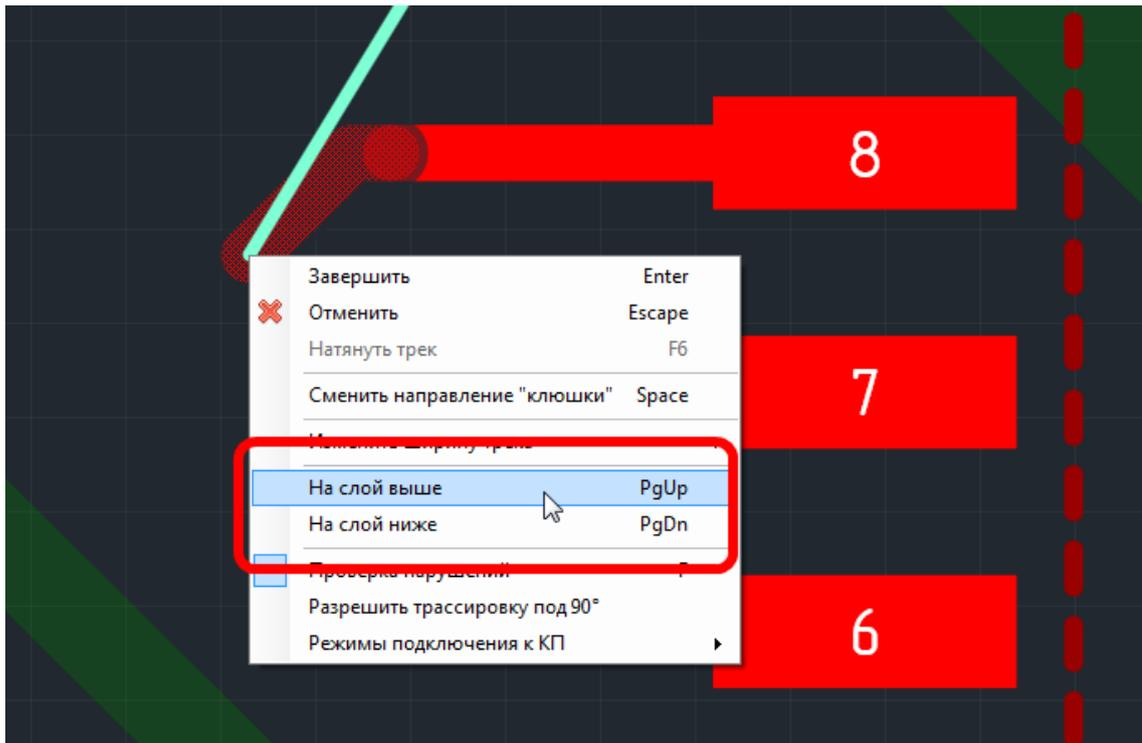

Рис. 49. Выбор направления перехода
2. Вызвать с помощью контекстного меню (инструмент «Разместить трек» должен быть активным) команду «На слой выше» или «На слой ниже», в зависимости от расположения слоев, между которыми требуется осуществить переход, см. Рис. 49. Данные действия также могут быть выполнены с помощью «горячих» клавиш, которые были для них назначены. По умолчанию для команды «На слой выше» назначена клавиша «Страница вверх» («Page Up»), а для команды «На слой ниже» - «Страница вниз» («Page Down»).